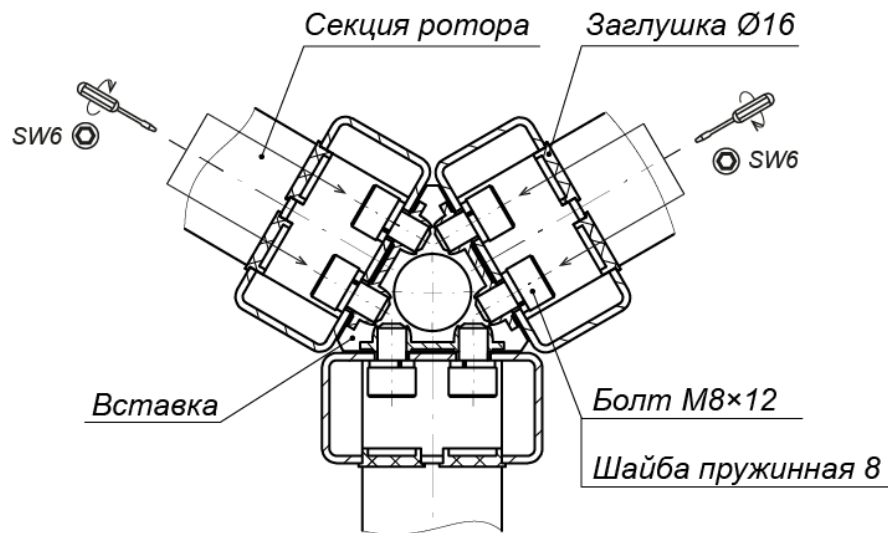

Рисунок 19. Схема соединения секций ротора (1)
- Соедините верхний вал ротора с валом привода исполнительного механизма двумя полумуфтами и четырьмя болтами М8×30 с пружинными шайбами (ключ SW6) (см. рис. 19). Будьте осторожны, полумуфты имеют большой вес, не допускайте их падения во избежание травм!
2. Снимите полумуфты (см. рис. 19), отвернув 4 болта М8 муфтового соединения (4). Будьте осторожны! Удерживайте ротор и полумуфты от падения.